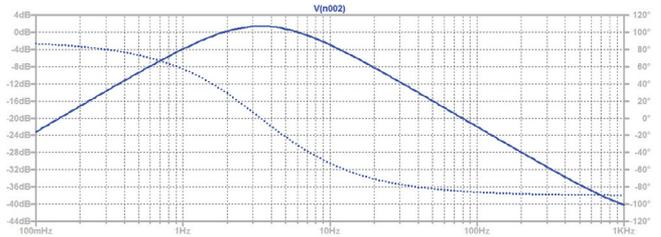

图3. 输出电压—交流扫描
- ▶ 交流扫描：在电路的输入端连接一个交流源。将该交流源的幅度配置为500 μV 。观察选定频域（100 mHz至1 kHz）中的输出信号，以图形方式确定输出信号在哪个频率范围的放大效果更佳（图3）。